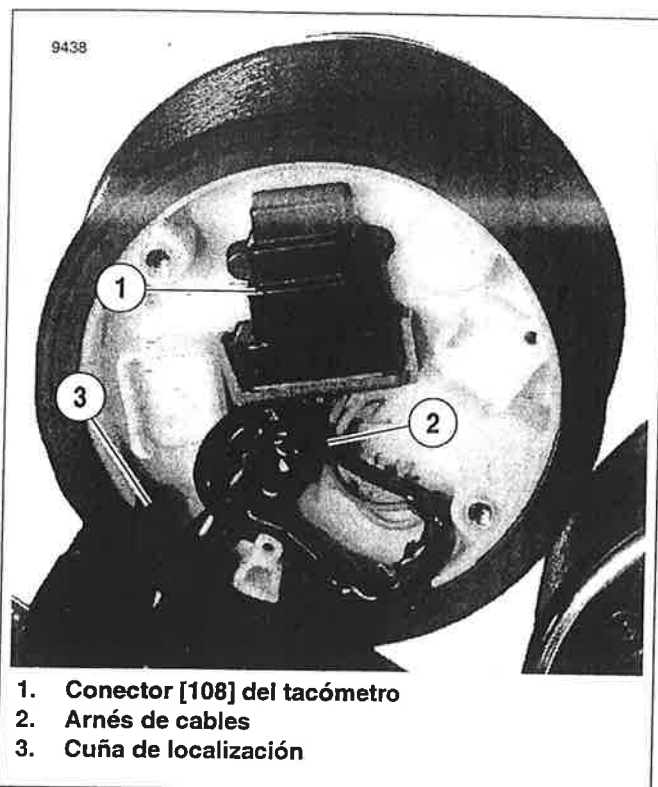

Figura 7-76. Tacómetro (XL 1200R)
3. Deslice el tacómetro (10) dentro de la caja (5) y presione firmemente hasta que asiente completamente.
4. Vea la Figura 7-76. Envuelva el cableado para que encaje en el espacio disponible y acople las mitades del conector [108].